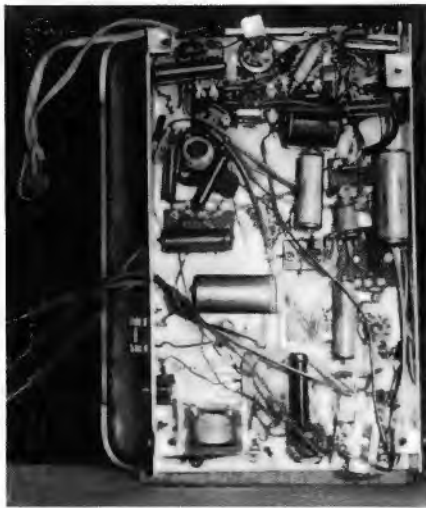

Bild 4. Das neu verdrahtete Chassis
Nach dem Zusammenbau von Grundplatte und Chassis kann man nun mit der Neuverdrahtung beginnen. Auf einen kompletten Verdrahtungsplan wurde verzichtet, jedoch sollen die nachstehenden Hinweise sowie das Bild 4 die Lötarbeiten etwas erleichtern1).
1) Das Foto Bild 4 weicht von den hier gemachten Ausführungen insofern ab, als für den Löschgenerator eine Röhre EC 92 verwendet wurde. Außerdem ist auf dem Chassis eine Novalfassung zu sehen, die jedoch unbeschaltet ist und nur für einen Versuch diente.